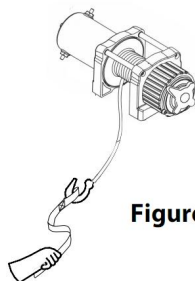

Figure 2
9. **Zawsze używaj osłony dłoni podczas wprowadzania lub wyprowadzania liny stalowej.** (Patrz rysunek 2).